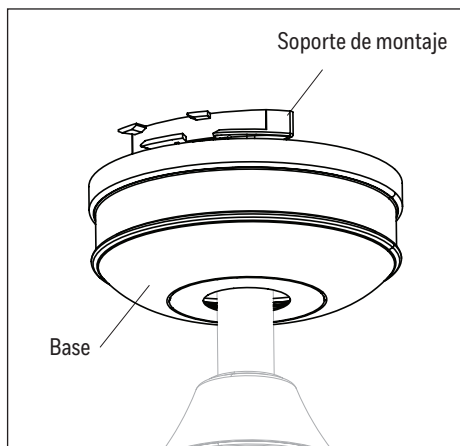

Figura 5.2
2. Levante la cubierta sobre el soporte de montaje y gírela en dirección de las manecillas del reloj hasta que esté segura (Figura 5.2).